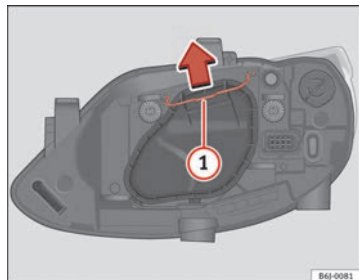

Fig. 153 Feu de croisement/de route projecteur simple
- Déplacez le tirant ⇒ fig. 153 ① dans le sens de la flèche puis retirez le cache.